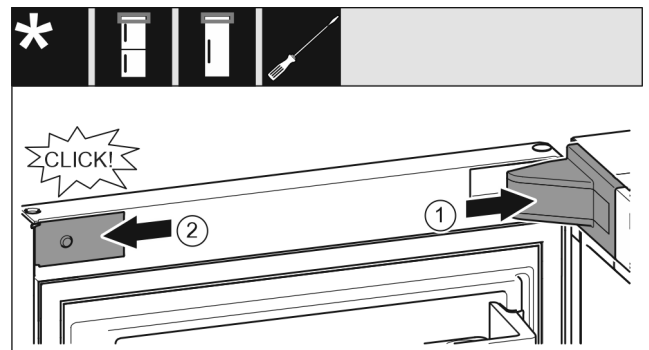

Fig. 20
- ▶ Stavite pokrov podložka ležaja i pustite ga da uskoči, po potrebi ga oprezno razdvojite. Fig. 20 (1)
- ▶ Postavite masku bočno i pustite da uskoči. Fig. 20 (2)